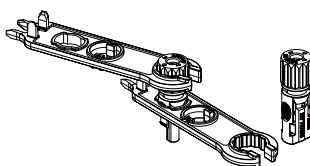

Imagen 5.5 Conector con tuerca ciega atornillada
- c) Inserte el pin de contacto en la parte superior del conector y atornille la tuerca ciega a la parte superior del conector (tal y como se muestra en la imagen 5.5).